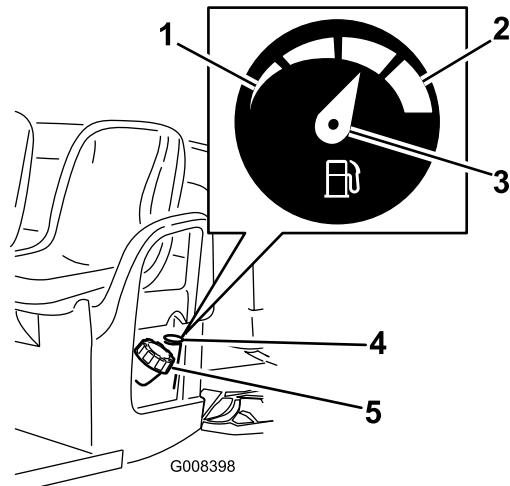

Figure 12
- Nettoyez la surface autour du bouchon du réservoir de carburant (Figure 12).